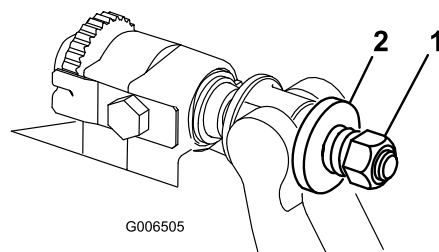

Bild 40
5. Ziehen Sie die Federspannungsmutter an, bis die Feder zusammengedrückt ist, drehen Sie sie dann um eine halbe Umdrehung heraus (Bild 40).